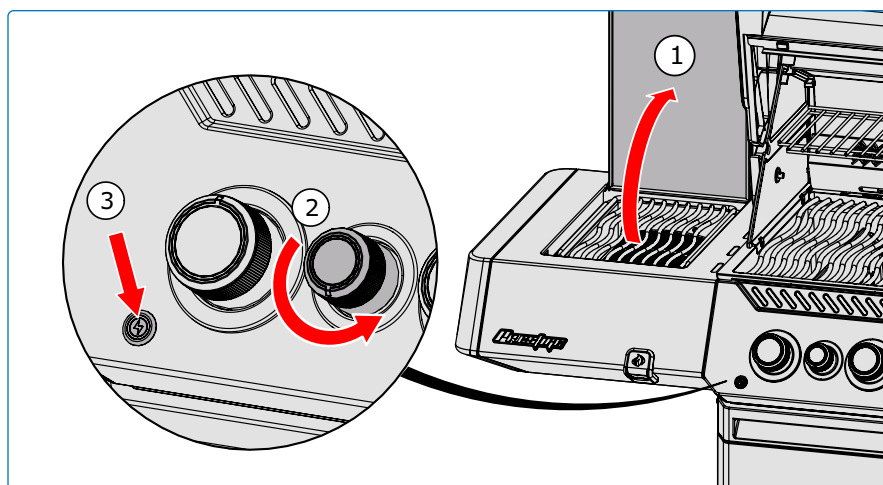

Fig. 7
4. Si le brûleur ne s'allume pas dans les 5 secondes, tournez le bouton de commande du brûleur dans le sens des aiguilles d'une montre jusqu'à la position OFF. Attendez 5 minutes. Répétez les étapes 2 et 3. **(Fig. 7).**